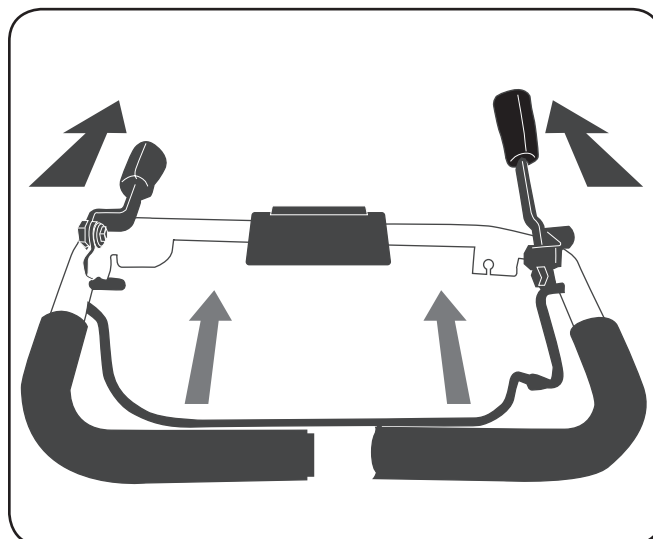

Figura 5-2
- a. Con el mango neutral en la posición de la rueda libre, tire el control del embrague fianza y sostenerlo contra el manillar. Vea la Figura 5-2. Para detener el movimiento hacia adelante de los dientes, suelte el gancho.